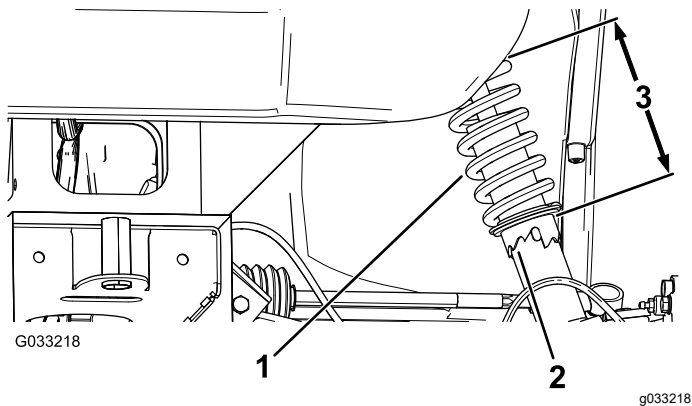

Bild 55
2. Wenn der Radsturz nicht richtig eingestellt ist, drehen Sie den Stelling am Stoßdämpfer mit einem Gabelschlüssel, um das Rad einzustellen (Bild 55).